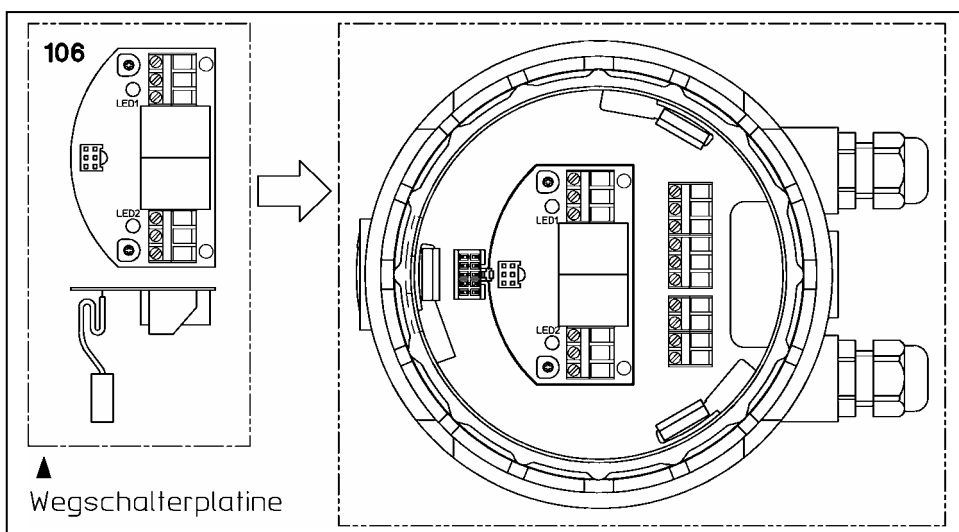

Bild 9: Einbau der Wegschalter
5.8 Einstellen von zusätzlichen Optionen über Kodierschalter (Bild 9)